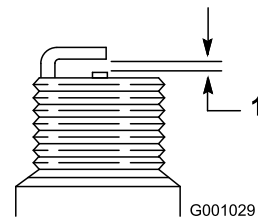

Figura 24
4. Impostate la distanza tra gli elettrodi su una nuova candela a 0,76 mm, come illustrato nella Figura 24.